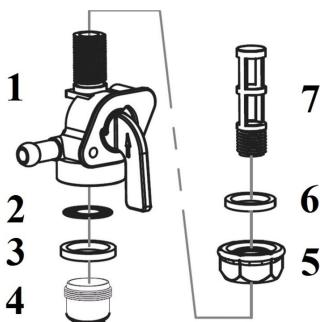

Рис. 18 Устройство топливного крана
4. Ослабьте на 1 оборот затяжку контргайки 5, после чего выкрутите из топливного бака топливный кран в сборе (Рис. 18).
6. Извлеките из корпуса 1 топливного крана уплотнительное кольцо 3 и элемент 2 фильтрующий сетчатый пластиковый (Рис. 18).
7. Выкрутите из корпуса топливного крана элемент 7 фильтрующий сетчатый трубчатый (Рис. 18).